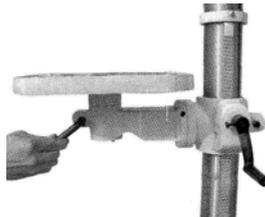

Figure 6
4. Installation de la table et fixation avec le boulon. (Fig.6)